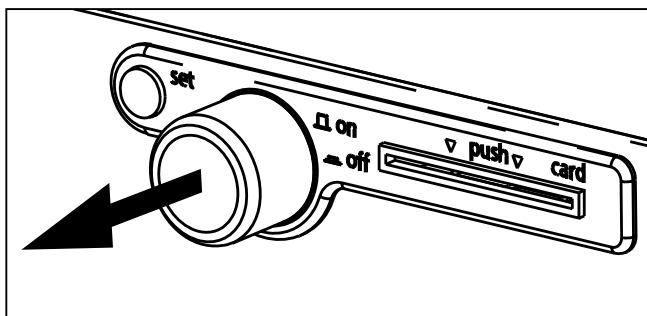

Fig. 19 Accendere la camera per test
- ▶ Accensione: Premere l'interruttore principale fino a rilasciarlo completamente in modo che sporga dall'apparecchio (Fig. 19).
-  1. Premere l'interruttore principale e accendere l'apparecchio (l'interruttore principale sporge dall'apparecchio, v. Fig. 19).